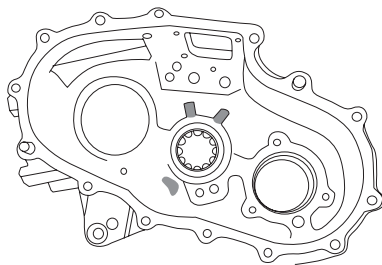

Рис. 5
2. Доработайте картер согласно **рис. 5** (только для картеров старого образца).